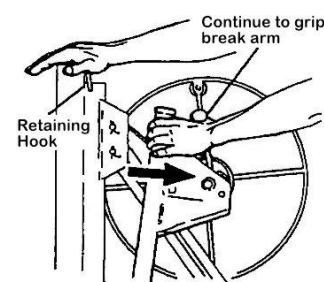

Figure 4
- c) Pune mâna dreaptă deasupra cadrului. Continuați să țineți bara frână pentru a preveni răsturnarea cablului de oțel, apoi Trageți troluiul complet spre dvs. (Fig. 4).